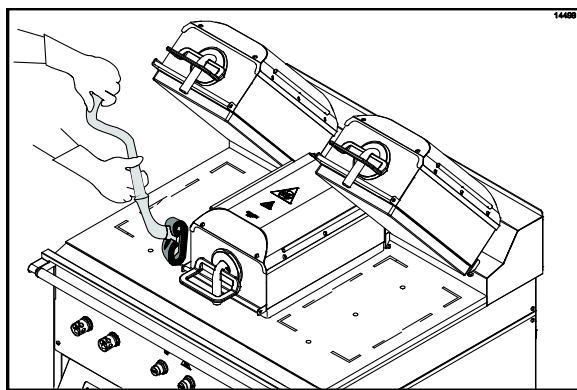

Figure 54
21. Appliquer le nettoyant pour gril aux deux côtés de la plaque du centre (Cf. Figure 54).